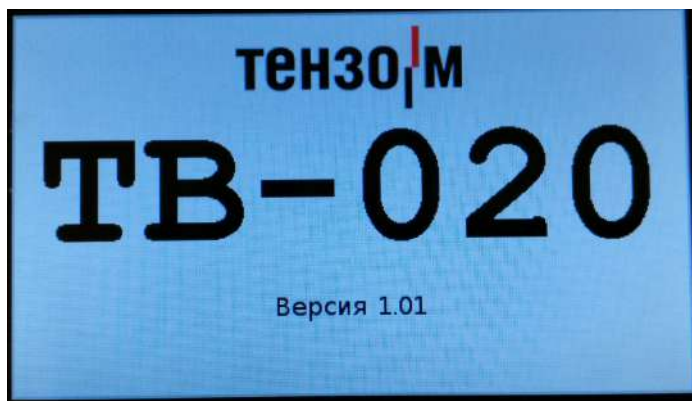

Рис. 6.1. Название Преобразователя и версия ПО.
6.2. После включения Преобразователь выполнит самотестирование, затем на дисплее кратковременно появится окно, в котором будет указано название Преобразователя и версия ПО, см. рис. 6.1.